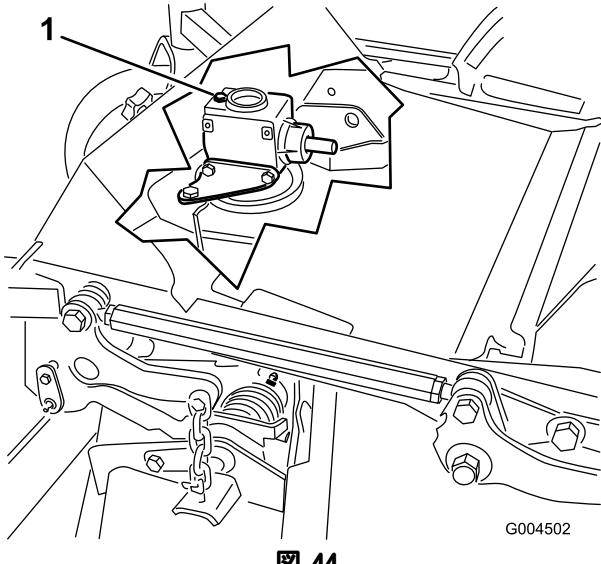

図 44
6. ギアボックスの上部についているディップスティック兼給油プラグ(図 44)を取り、オイルの量が、ディップスティックについている2本のマークの間にあることを確認する。
6. ギアボックスの上部についているディップスティック兼給油プラグ (図 44) を取る。